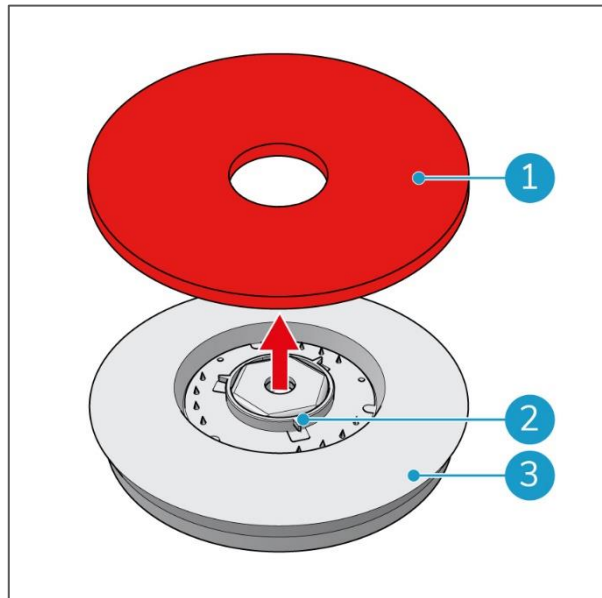

Figura 45
2. Verificare lo stato dei dischi (Figura 45, pos 1). Se sembrano compressi, perdono la loro funzione e devono essere sostituiti.
3. Estrarre il disco dalle tre linguette di bloccaggio (Figura 45, pos 2) e rimuovere il disco dal rispettivo driver (Figura 45, pos 3).